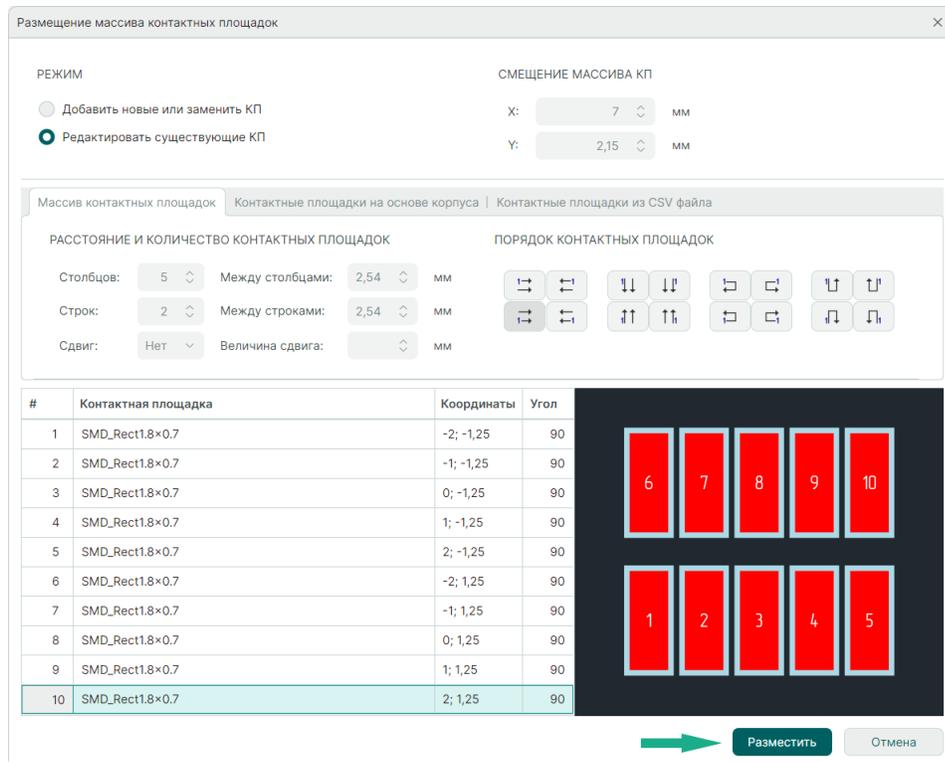

Рис. 127 Изменение координат и угла поворота контактных площадок
3. При необходимости скорректируйте координаты и угол поворота элементов массива в столбцах «Координаты» и «Угол», см. Рис. 127.